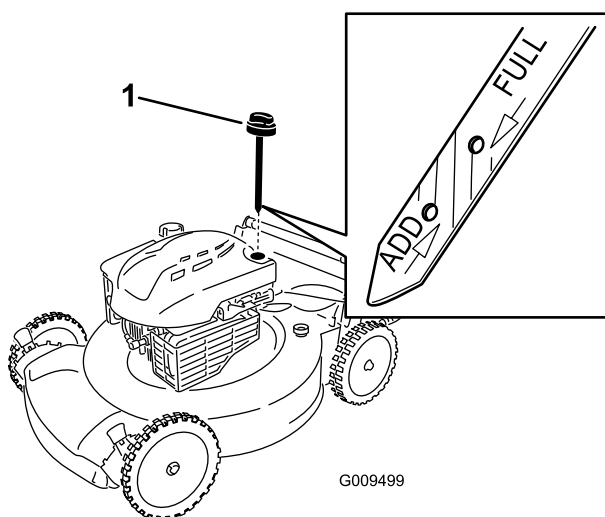

Figure 6
2. Retirez la jauge (Figure 6) et versez de l'huile dans le tube de remplissage pour remplir le carter moteur aux 3/4.
5. Sortez de nouveau la jauge et vérifiez le niveau d'huile ; voir Figure 6.